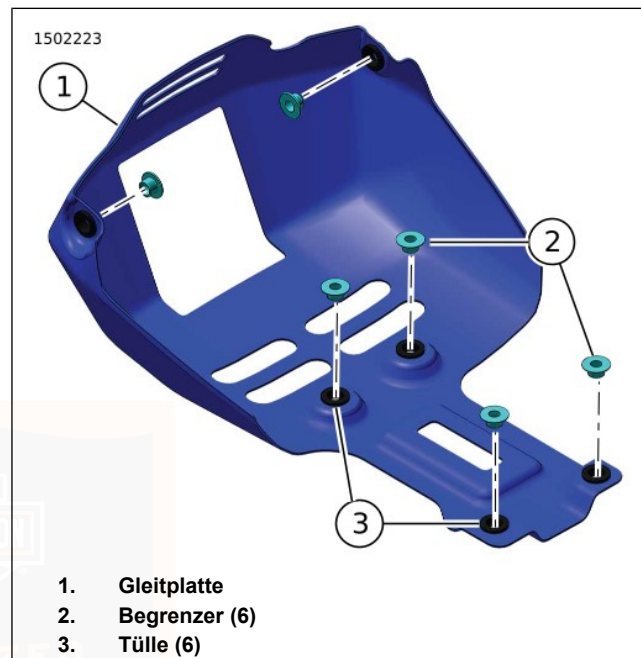

Abbildung 87. Gleitplattenbegrenzer
1. Abbildung 87 Sicherstellen, dass die Tüllen (3) und Begrenzer (2) ordnungsgemäß positioniert sind.